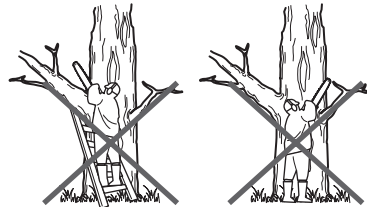

Fig. 22
8. Não utilize o produto com os braços totalmente estendidos nem tente cortar áreas de difícil alcance ou posicionado numa escada. Nunca utilize o produto acima da altura dos ombros (Fig. 22).